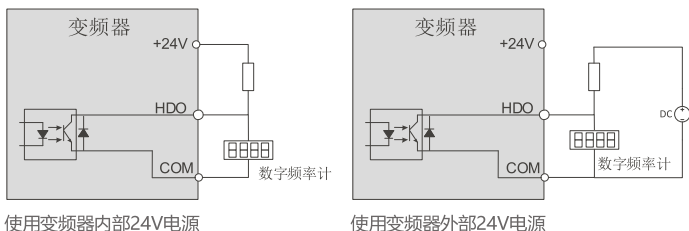

图5-4-7 高速数字输出端子接线图
- 2) 当HDO端子为连续脉冲输出时，最高输出频率为100kHz，也可使用外部电源。接线方式如图5-4-7所示。